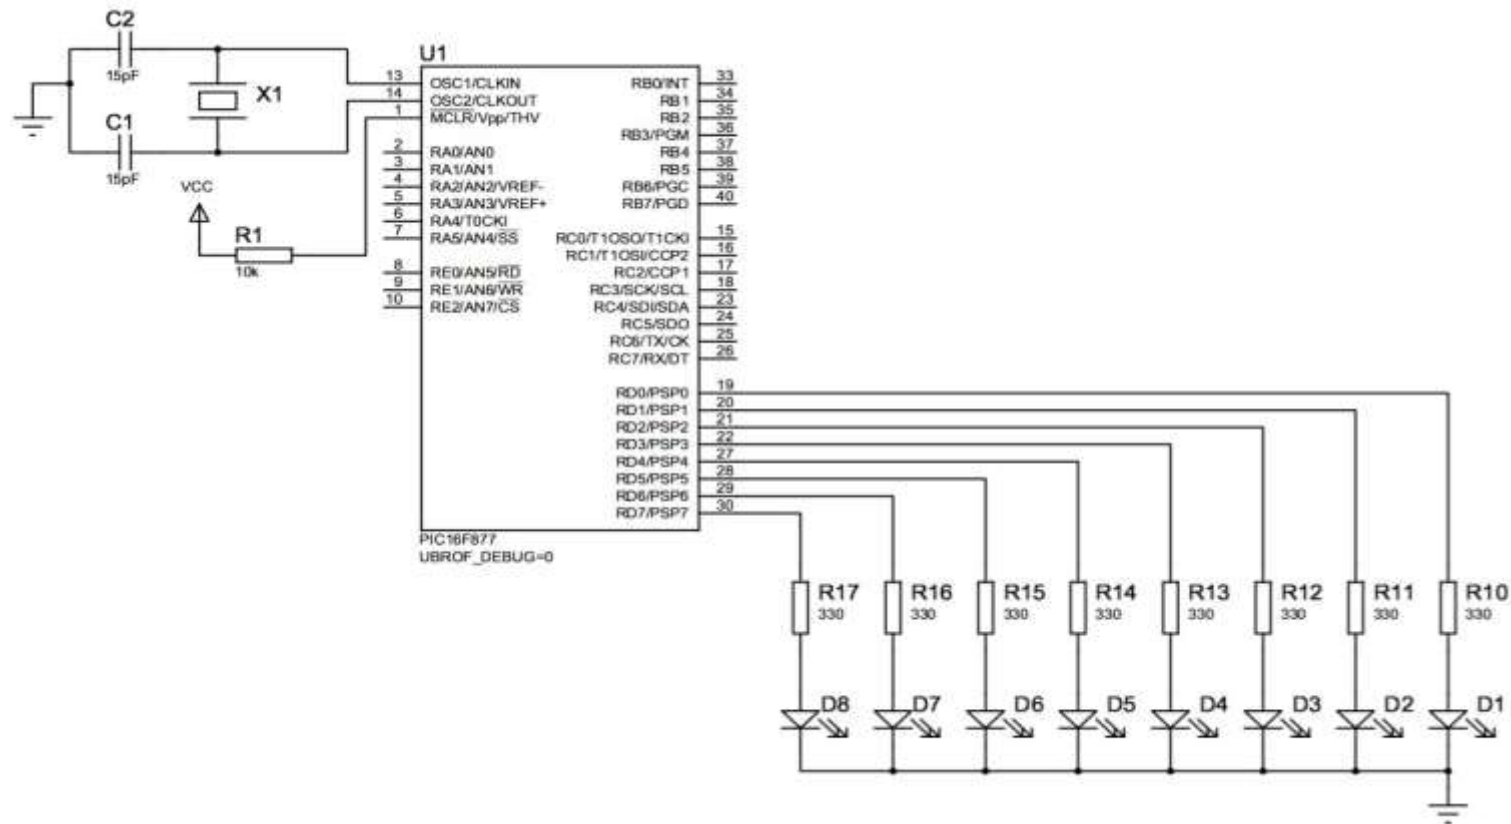

FIGURA 7 ESQUEMA PRACTICA 1
1. Construya el circuito presentado en la figura 7 en el simulador de PROTEUS. Dicho circuito se probará en la tarjeta entrenadora TEC-PIC877 V1.0 R1. Conecte 8 jumpers en el header P7-PORTD los cuales conectan al puerto D del microcontrolador a los 8 LED's de dicha tarjeta (LED1-LED8). Conectará la tarjeta a la fuente de voltaje de 12 Vcd. El circuito se encenderá más adelante.